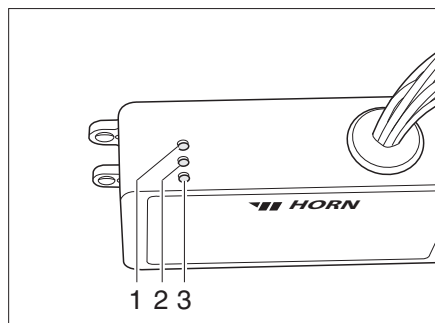

Bild 218 Regelgerät
Das Regelgerät (Bild 218) ist im Kleiderschrank eingebaut. Die Kontroll-Leuchten auf dem Regelgerät haben folgende Bedeutung:
- Kontroll-Leuchte (Bild 218,2) leuchtet grün: Regelung in Betrieb.
- Kontroll-Leuchte (Bild 218,1) leuchtet rot: Abwassertank wird beheizt.
- Kontroll-Leuchte (Bild 218,3) leuchtet rot: Abwasserleitungen werden beheizt.